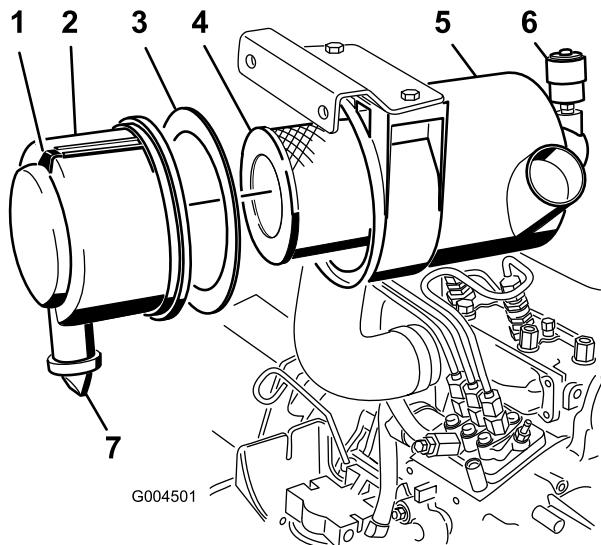

Figure 43
- Faites l'entretien du filtre à air quand l'indicateur de colmatage (Figure 43) est rouge ou toutes les 400 heures (plus fréquemment si vous travaillez dans une atmosphère extrêmement poussiéreuse ou sale). N'effectuez pas l'entretien du filtre à air trop souvent.
- Tirez le verrou vers l'extérieur et tournez le couvercle du filtre à air dans le sens antihoraire (Figure 43).
- Déposez le couvercle du corps du filtre à air (Figure 43).
- Déposez et remplacez le préfiltre (Figure 43).
- Vérifiez que le joint en mousse est en place dans le couvercle et qu'il n'est pas déchiré ou endommagé (Figure 43). Remplacez-le s'il est endommagé.
- Retirez la valve de sortie en caoutchouc du couvercle (Figure 43).
- Réarmez l'indicateur de colmatage (Figure 43) s'il est rouge.